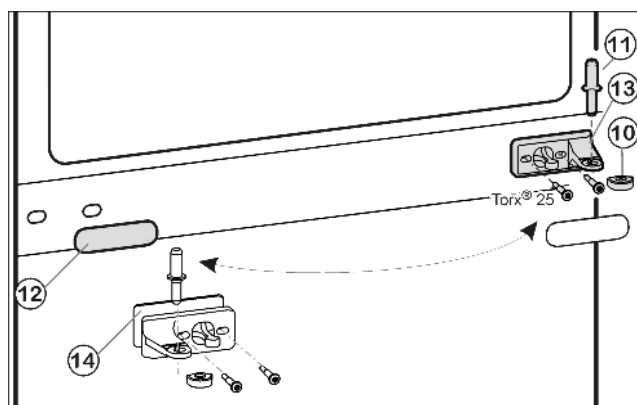
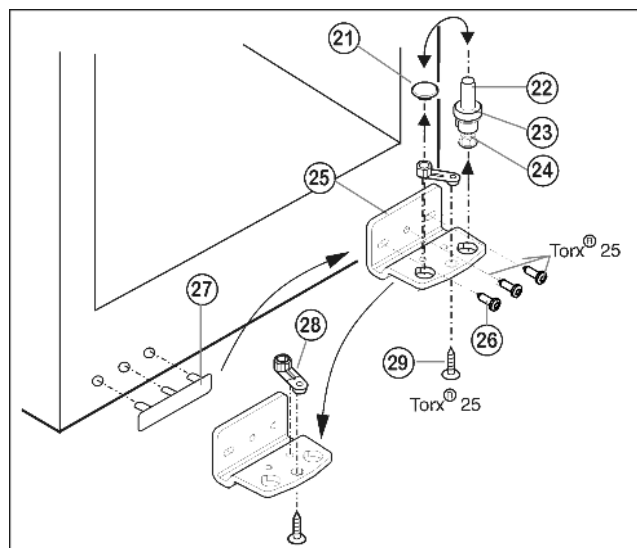

Fig. 5
Fig. 6
- ▶ Вытащите из опорного кронштейна и нижней дверцы средний опорный винт Fig. 5 (11).
- ▶ Снимите пластмассовый колпачок Fig. 5 (10).
- ▶ Открутите средний опорный кронштейн Fig. 5 (13) (2 шт. Torx® 25).
- Осторожно снимите накладку Fig. 5 (12).
- Прикрутите средний опорный кронштейн Fig. 5 (13) с подкладкой Fig. 5 (14) с поворотом на 180° на новую сторону шарнира (с моментом 4 Нм).
- Защёлкните накладку Fig. 5 (12), повернув на 180°, на стороне, где теперь будет ручка.
- Извлеките опорный винт Fig. 6 (22) в комплекте с шайбой Fig. 6 (23) и регулируемой опорой Fig. 6 (24), вытягивая его вверх.
- Снимите пробку Fig. 6 (21).
- Открутите Fig. 6 (26) опорный кронштейн Fig. 6 (25).
- Открутите Fig. 6 (29) опорную деталь Fig. 6 (28) и, переставив в отверстие на противоположной стороне опорного кронштейна, снова прикрутите.
- Осторожно снимите и переставьте на противоположную сторону крышку со стороны ручки Fig. 6 (27).
- Снова прикрутите опорный кронштейн Fig. 6 (25) на новой стороне шарнира (с моментом 4 Нм). При необходимости используйте аккумуляторный шуруповёрт.
- Переставьте пробку Fig. 6 (21) в свободное отверстие.
- Вновь установите опорный винт Fig. 6 (22) в комплекте с шайбой и регулируемой опорой. При этом фиксатор должен быть направлен назад.
- Установите нижнюю дверцу сверху на нижний опорный винт Fig. 6 (22).
- Снова наденьте пластмассовый колпачок Fig. 5 (10) на средний опорный кронштейн Fig. 5 (13).
- Вставьте средний опорный винт Fig. 5 (11) на новой стороне шарнира через средний опорный кронштейн Fig. 5 (13) в нижнюю дверцу.
- Установите верхнюю дверцу на средний опорный винт Fig. 5 (11).
- При необходимости выровняйте дверцы через два продольных паза в нижнем опорном кронштейне Fig. 6 (25) и среднем опорном кронштейне Fig. 5 (13) параллельно корпусу устройства. Для этого выкрутите средний винт на нижнем опорном кронштейне Fig. 6 (25).